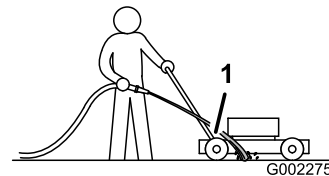

Figura 24
- Sujete la manguera a la altura del manillar y dirija el agua para que fluya sobre el suelo justo por delante de la rueda trasera derecha (Figura 24).